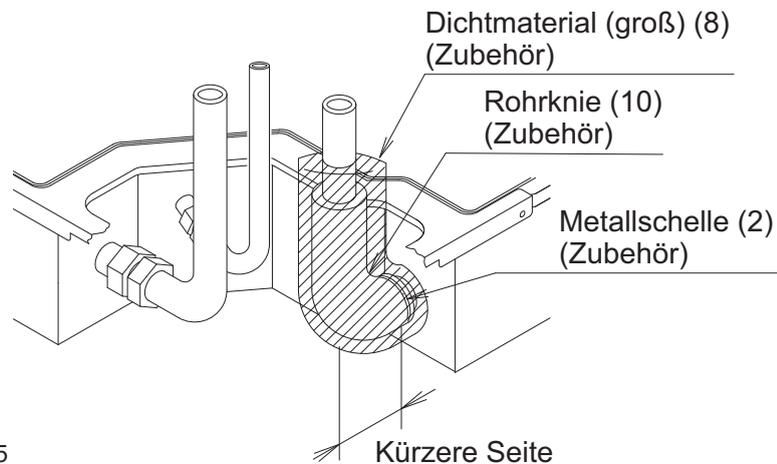

Abb. 25
- Die Ablaufleitungen können aus 3 Richtungen verbunden werden. **(Siehe Abb. 25, 26 und 27)**
2. Schieben Sie den Ablaufschlauch (1) und das Rohrknie (10) in die Muffe der Ablaufleitung. Ziehen Sie die Metallschelle (2) innerhalb des umwickelten Bereichs der eingesteckten Schlauchspitze mit einem Anzugsmoment von $1,35 \pm 0,15 \text{ N} \cdot \text{m}$ ($135 \pm 15 \text{ N} \cdot \text{cm}$) an. **(Siehe Abb. 25, 26, 27 und 31)**
4. Isolieren Sie die Metallschelle (2), den Ablaufschlauch (1) und das Rohrknie (10) mit dem beiliegenden Dichtmaterial (groß) (8). **(Siehe Abb. 25, 26, 27 und 33)** (Die Metallschelle (2) könnte schwitzen und Kondenswasser könnte abtropfen.)